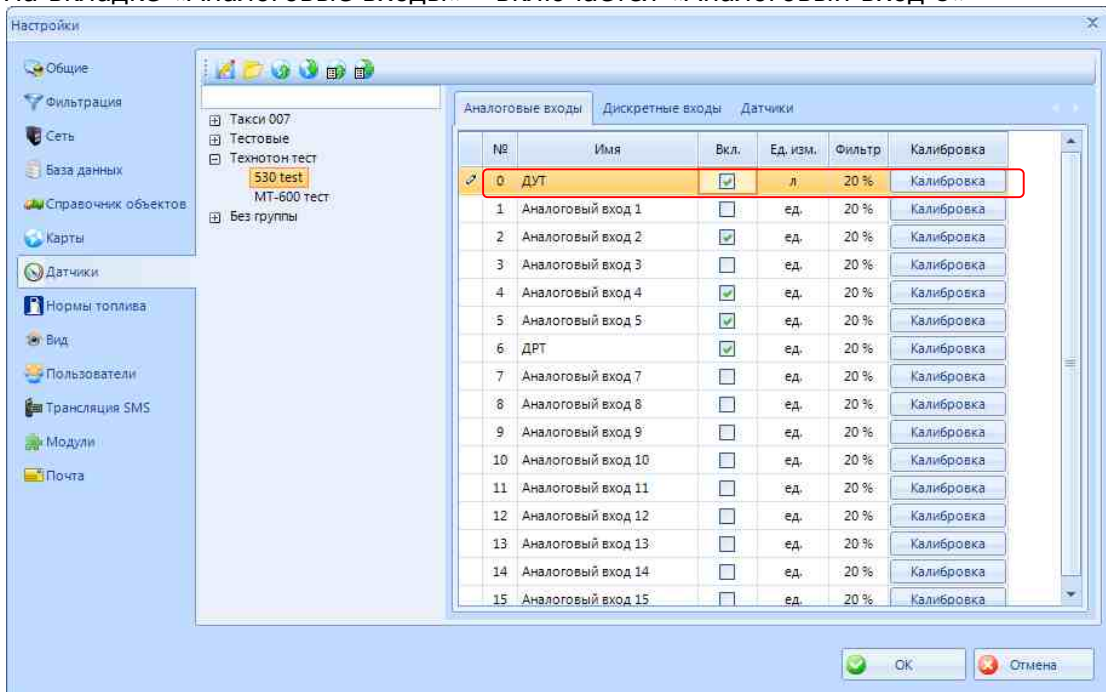

Рисунок 2
3.3. Настройка ПО СКАУТ-Эксплорер (Рис.2):